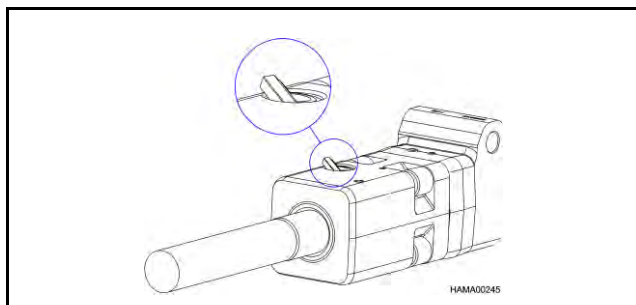

Figure 4
- a. Tout en déformant l'anneau de retenue comme illustré à la figure 4, le forcer à rentrer partiellement dans la rainure.